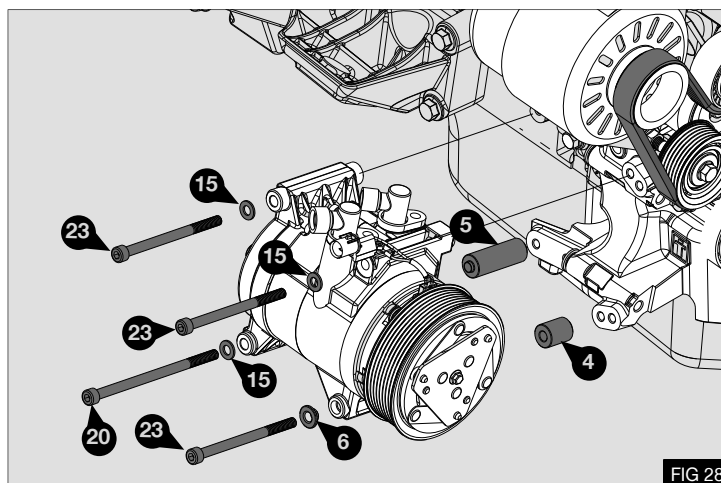

FIG 28
1. Montare il compressore (non in dotazione) sulla staffa (1) con i bulloni M8 x 110 (23) e i bulloni M8 x 140 (20) dotati di rondelle (15) e distanziali (6), (5) e (4) - Fig 28
2. Stringere i bulloni (23) tra (20) e 35 Nm / 26 Lb ft